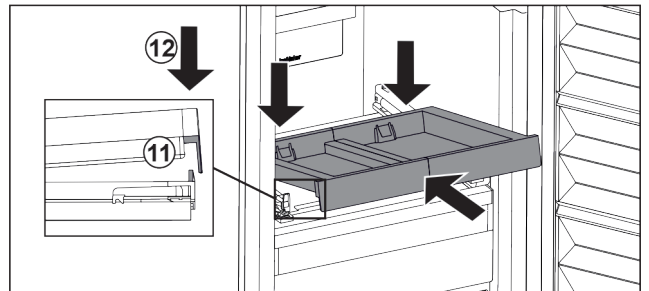

Fig. 84
- ▶ Inserați-l oblic. Aveți în vedere ca opritorul să fie în spatele lamei pe ambele părți. Fig. 84 (11)
- ▶ Depuneți raftul extractibil în față. Fig. 84 (12)